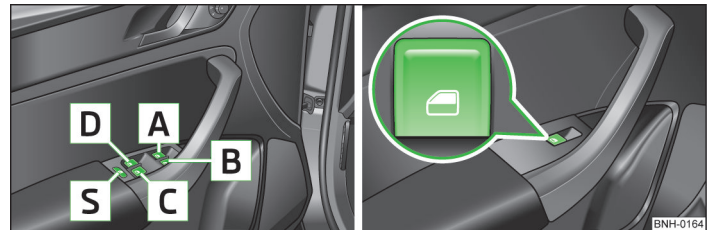

Fig. 20 Tastele din portiera șoferului/ portierele spate
- Când se transportă copii pe locurile din spate, vă recomandăm să scoateți din funcțiune comutatoarele din portierele din spate (comutatorul de siguranță) **[S]** » fig. 20 la pagina 37.
Tastele macaralelor geamurilor » fig. 20.
Prin apăsarea comutatorului de siguranță **[S]** » fig. 20, puteți scoate din funcțiune tastele acționării geamurilor din portierele din spate. Apăsând încă o dată comutatorul de siguranță **[S]**, puteți restabili funcționarea tastelor acționării geamurilor din portierele din spate.